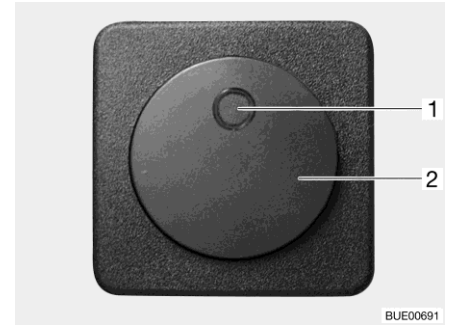

Fig. 227 Interruttore per riscaldamento elettrico del pavimento
- Premere l'interruttore a bilico (Fig. 227,2). La spia di controllo nell'interruttore (Fig. 227,1) si accende.
- Premere l'interruttore a bilico (Fig. 227,2). La spia di controllo (Fig. 227,1) nell'interruttore si spegne.